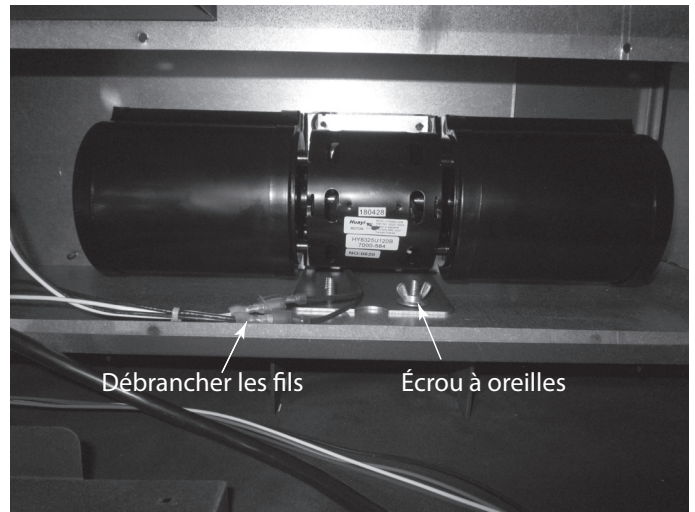

Figure 4.16 Débranchez les fils des ventilateurs.
- Débranchez les fils des ventilateurs. Voir la Figure 4.16.